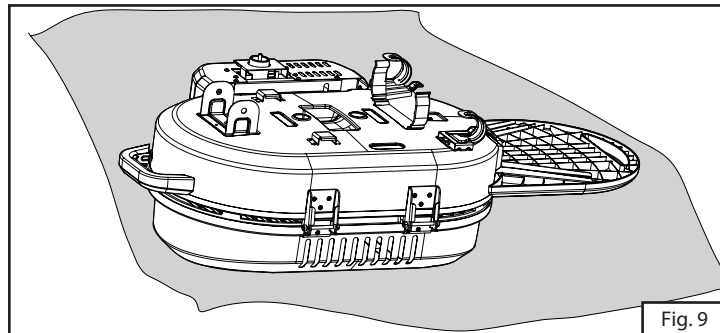

Fig. 9
7. Retourner le grill et le mettre sur une surface douce. (Fig. 9)